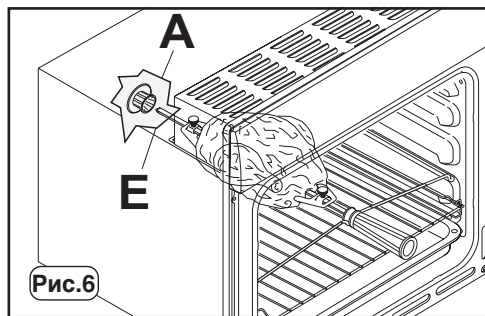
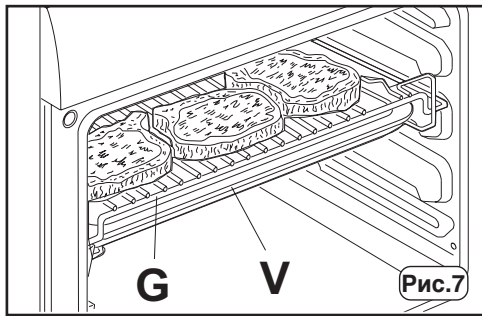

Рис.6
Рис.7
#### Рожен (тільки в деяких моделях) (рис.6)
- Завжди використовувати емальований лист для збирання соку, який виділяється при приготуванні м'ясних страв. Встановити лист під решіткою (рис.7) або ж на дно духовки (рис. 6), якщо використовується рожен. Налити трішечки води в лист, яка запобігає займанню жирів та появі неприємних запахів та диму. При надмірному випаровуванні під час приготування можна ще долити води.